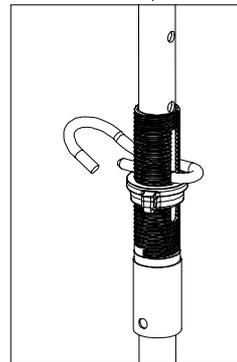

Fig. A1.16b
1. Desconecte todos los husillos de viga PD 5 (12) con ganchos en G (Fig. A1.16b) de antemano e insérte-los en el marco del nivel superior.